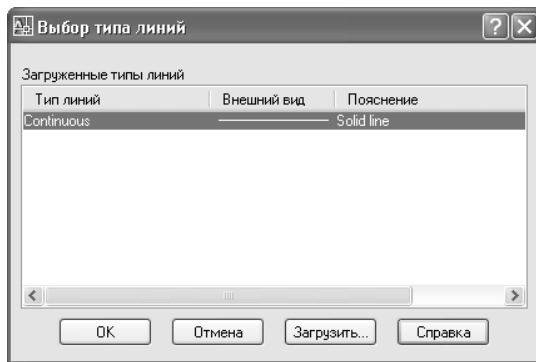

Рис. 6.8 ▼ Диалоговое окно **Выбор типа линий** (Select Linetype) со стандартным типом линий
2. Щелкните на слове **Continuous** в строке слоя **СБлок П**, что приведет к открытию диалогового окна **Выбор типа линий** (Select Linetype) (рис. 6.8). Как видите, в списке **Загруженные типы линий** (Loaded linetypes) отображается стандартный тип линий: **Continuous**.